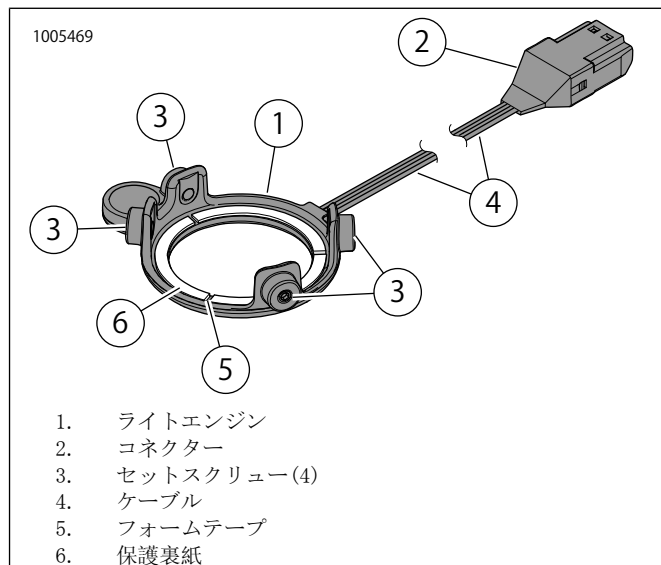

図9。LEDライト、ラウンドステージIスピーカー
3. 図9を参照してください。ライトエンジン(1)の裏にあるフォームテープ(5)から保護裏紙(6)をはがします。